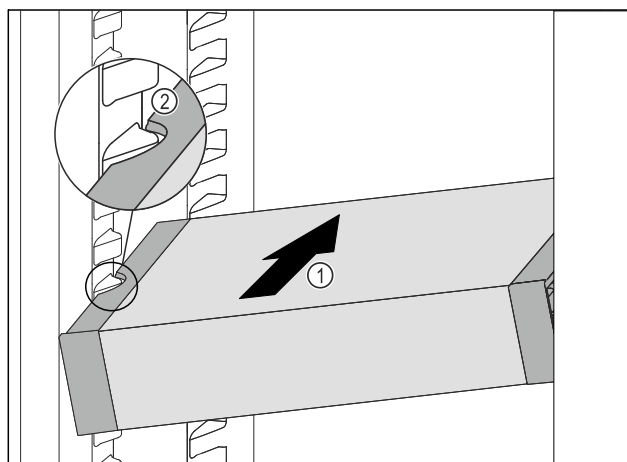

Fig. 196
- ▶ Zasuňte VarioSafe do chladničky pod úhlem tak Fig. 196 (1), aby vybrání na bocích Fig. 196 (2) VarioSafe byla na úrovni žebrování na nádoby v chladničce.